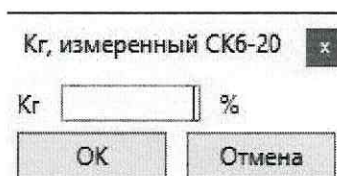

Рисунок 16 – Окно ввода измеренного значения коэффициента гармоник
10.4.5 После появления сообщения «Измерения завершены» нажать кнопку «Зафиксировать результат». В появившемся диалоговом окне (рисунок 16) ввести значения  $K_G$ , измеренные с помощью калибратора-измерителя нелинейных искажений СК6-20. Нажать кнопку «ОК».